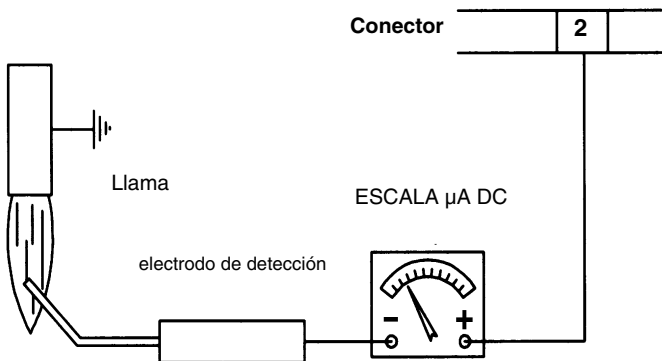
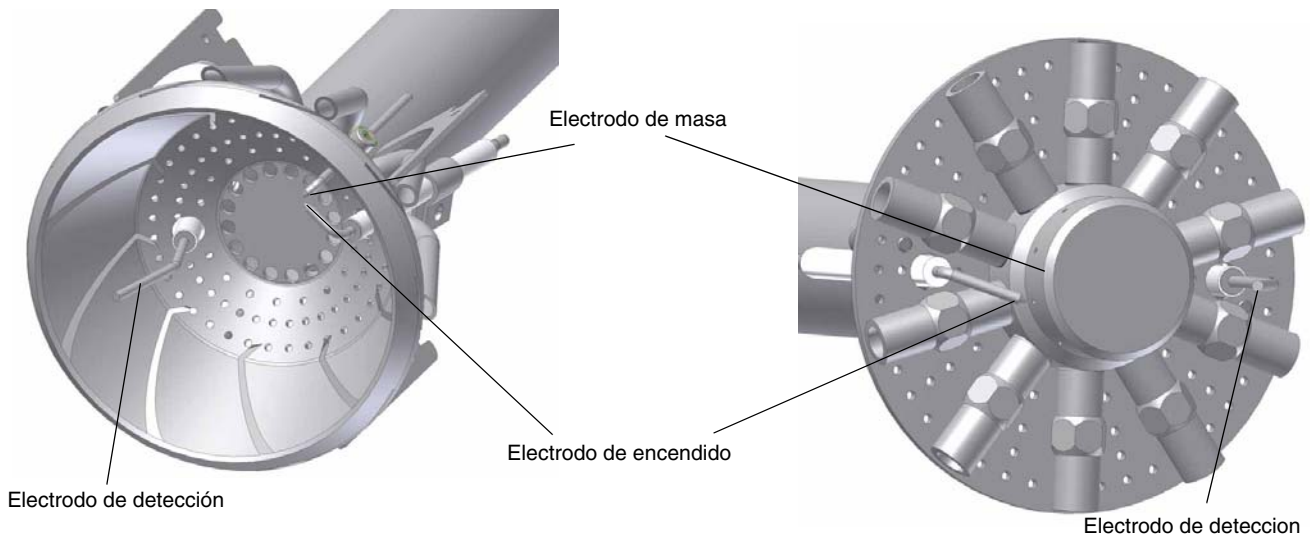

Fig. 61
Fig. 62
- Limpie y controle los electrodos de encendido y detección (véase Fig. 62). Controle la señal de detección, siga el esquema de la Fig. 61.
En el caso en que el quemador vaya en bloque, ejecutar los siguientes controles. Para medir la señal de detección, siga el esquema de la Fig. 61. Si la señal es inferior al valor indicado, controle la posición del electrodo de detección, los contactos eléctricos y, de ser necesario, sustituya el electrodo de detección.
Controlar que la distancia entre el electrodo de encendido y la tierra sea de **4÷5 mm.** (ver Fig. 62).